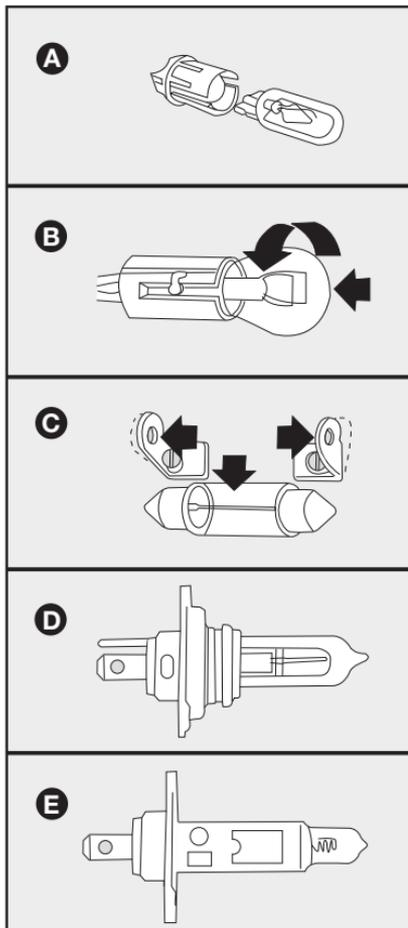

fig. 33
**Diversos tipos de lâmpadas estão instaladas no veículo - fig. 33.**